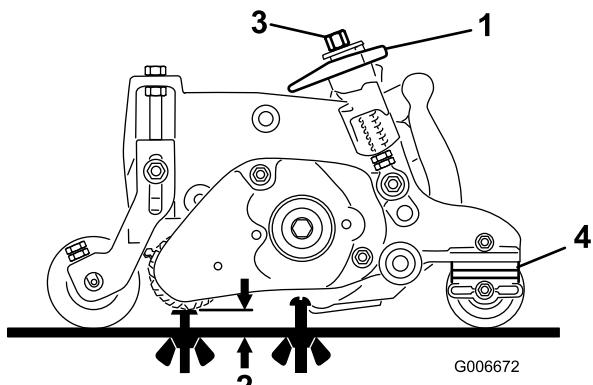

Рисунок 46
- Убедитесь в том, что механическая щетка настроена на желаемую высоту (HOG) (Рисунок 46).